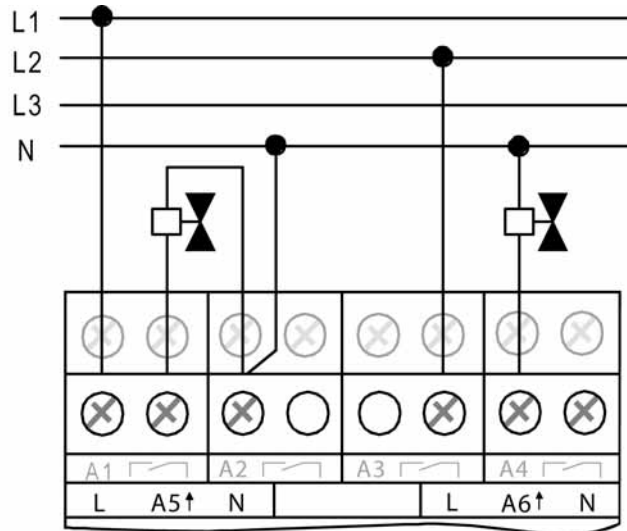

Bild 5: Elektrischer Anschluss für elektrothermische Stellantriebe
- Elektrothermische Stellantriebe gemäß dem Anschluss-Beispiel (siehe Bild 5) anschließen
- i** Die Neutralleiterklemmen (Kennzeichnung "N") neben den elektronischen Schaltausgängen sind ausschließlich als Anschlusshilfe für die Neutralleiter der Stellantriebe gedacht. Die Klemmen sind im Raumaktor mit keinem Spannungspotenzial und mit keiner anderen Anschlussklemme verbunden (freie Stützklemmen) und können somit optional verwendet werden (siehe Bild 5).